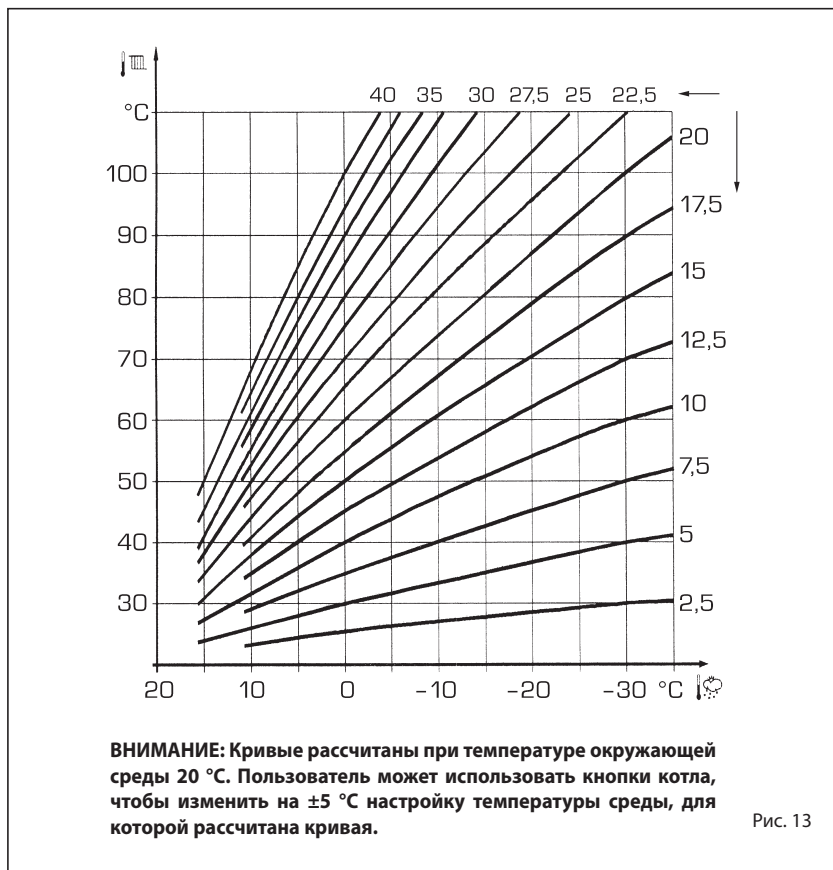

Рис. 13
3.4 ВНЕШНИЙ ДАТЧИК ПОДСОЕДИНЕН (рис. 13)
Климатическая кривая, которую нужно установить, может быть выбрана из значений 3 и 40 (с шагом 1). Увеличение наклона, представленное кривыми рис. 13, увеличивает температуру подачи системы в соответствии с наружной температурой.